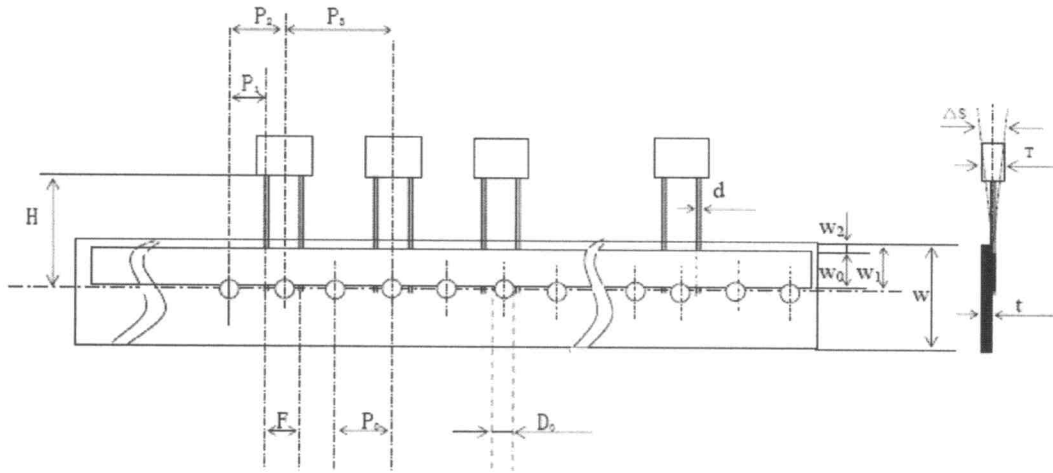
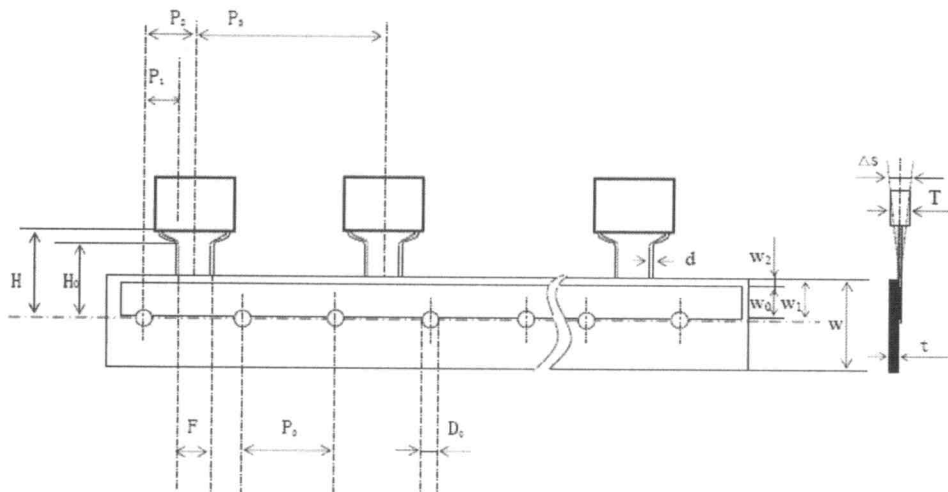

图1 Fig 1
图4 Fig 4
6.3 径向编带图 Outline Drawing: 见图 1~ 图 4(Refer to Fig 1 ~ Fig 4).